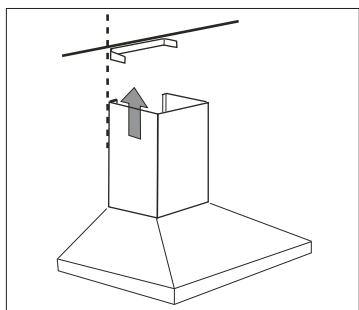

Fig.8
-DE ACORDO COM A ALTURA DO INTERIOR DA CASA, É NECESSÁRIO FAZER O AJUSTE DE ALTURA DO REVESTIMENTO DO DUTO. COMO MOSTRA A FIG.8.